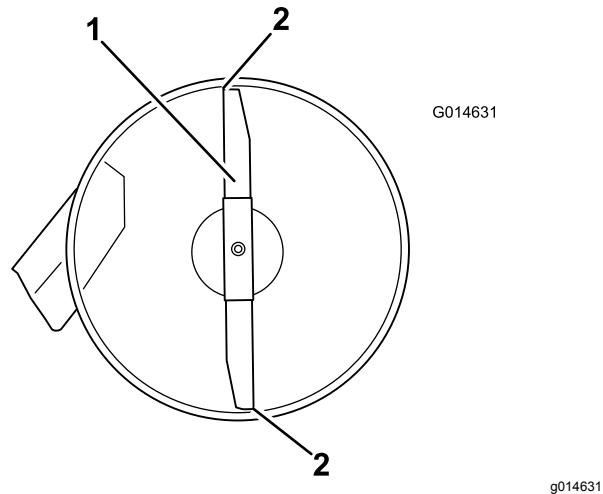
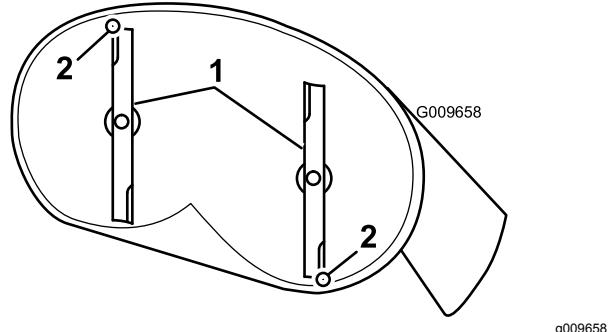

Рисунок 67
Рисунок 68
4. Осторожно поверните нож (ножи) так, чтобы они были расположены в продольном направлении (Рисунок 67 и Рисунок 68).
5. Измерьте расстояние от конца переднего ножа до плоской поверхности и от конца заднего ножа до плоской поверхности (Рисунок 67 и Рисунок 68).
9. После регулировки проверьте угол наклона в продольном направлении еще раз, продолжайте регулировать с помощью гайки до тех пор, пока конец переднего ножа не будет на 1,6 – 7,9 мм ниже конца заднего ножа (Рисунок 67 и Рисунок 68).